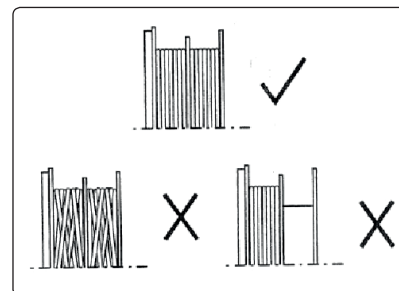

Abb. 12
- Wickeln Sie einen neuen Faden auf die beiden Spulensegmente so auf, dass Sie den Faden in der Hälfte seiner Länge in die Nut in der Mittelwand einfedeln, und dann den Faden geordnet und fest gleichzeitig auf beide Segmente in Pfeilrichtung auf der Seite der Spule aufwickeln, wobei Sie gleichzeitig die beiden freien Enden des Fadens halten, siehe Abb. 12.